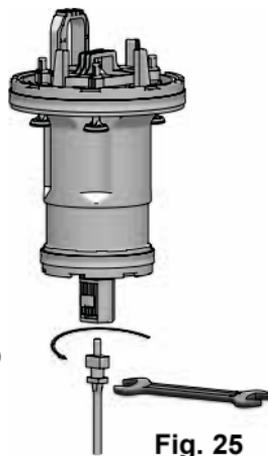

Fig. 25
- Con la ayuda de una llave fija del 6, gire el pistón dosificador un cuarto de vuelta en el sentido contrario a las agujas del reloj para desbloquearlo y soltarlo del motor de pistón. **(Fig.25)**